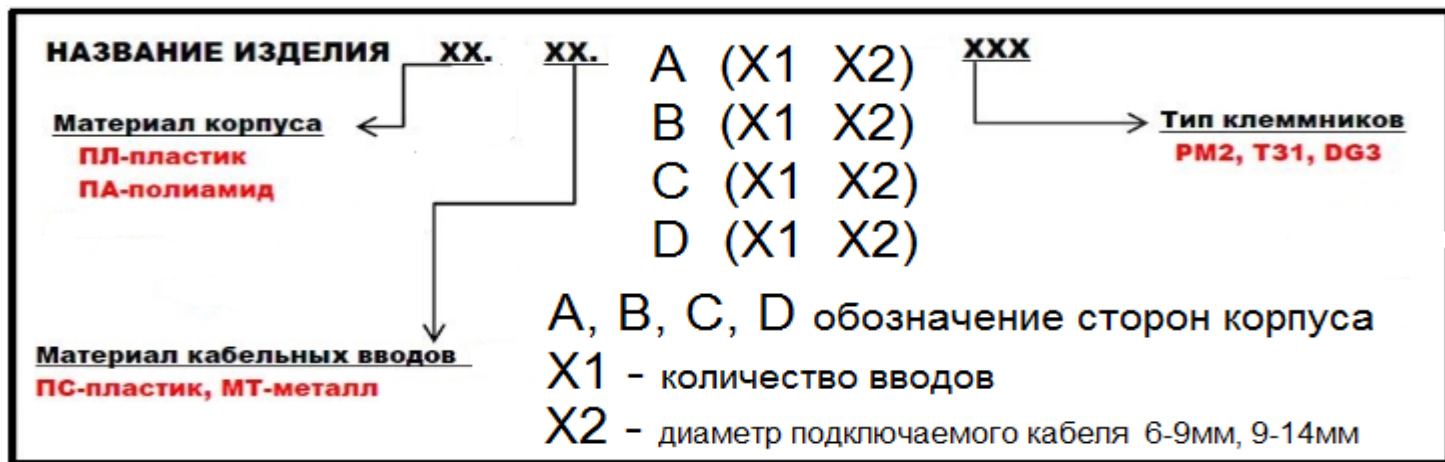

Рис. 2. Описание оформления заказа устройства соединительного УСБ-Ех «СЕВЕР»
2.3. Обозначение устройства при заказе и в конструкторской документации состоит из наименования, кода заказа, обозначения ТУ. Код заказа определяет модификацию выбирается заказчиком согласно рис.2.
Примеры заказа – см. рис.2.